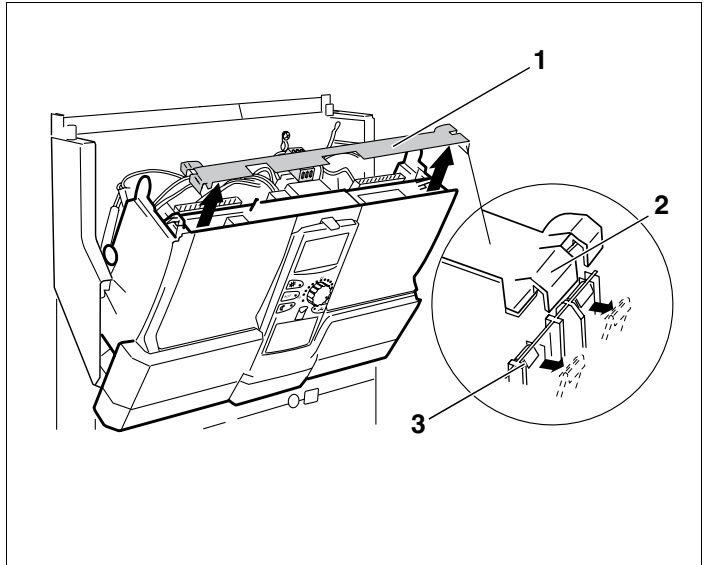

Fig. 4 Demontering av tverrlist
For å demontere tverrlisten (fig. 4, **pos. 1**) kreves en skrutrekker.
- Løsne tverrlisten på den ene siden. Dette gjøres ved å trykke en av de to klemmene (fig. 4, **pos. 3**) utover ved hjelp av skrutrekkeren.
- Løft opp tverrlisten i den ene lasken (fig. 4, **pos. 2**).
- Ta av tverrlisten (fig. 4, **pos. 1**).